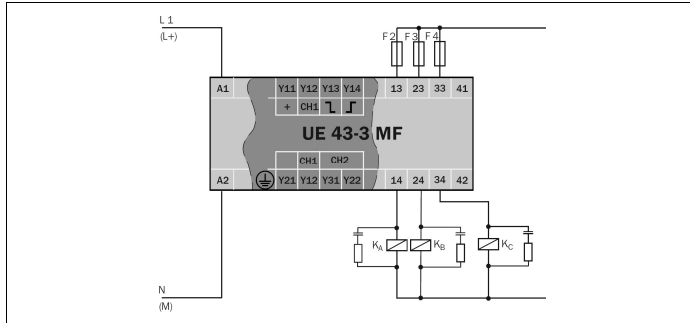

Abb. 2: Basisbeschaltung UE43-3MF
- Um das Verschweißen der Kontakte der eingebauten Relais zu verhindern, ist eine Überstromschutzeinrichtung mit max. 6 A Kurzschlusschutz (Betriebsklasse gG) in die Freigabestrompfade einzubinden (siehe Abb. 2, Sicherung F2/F3/F4).